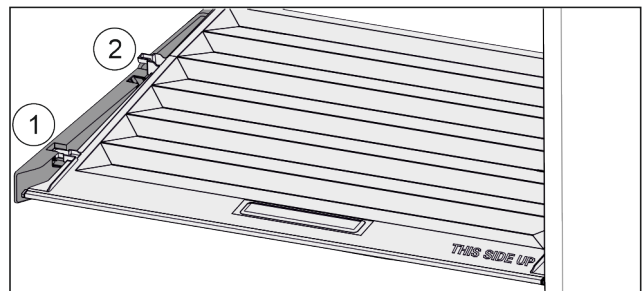

Fig. 27
- ▶ Arrastre hacia adelante Fig. 27 (1) la tapa hasta la abertura en las piezas de soporte.
- ▶ Levántela de la parte trasera desde abajo y quítela Fig. 27 (2) hacia arriba.